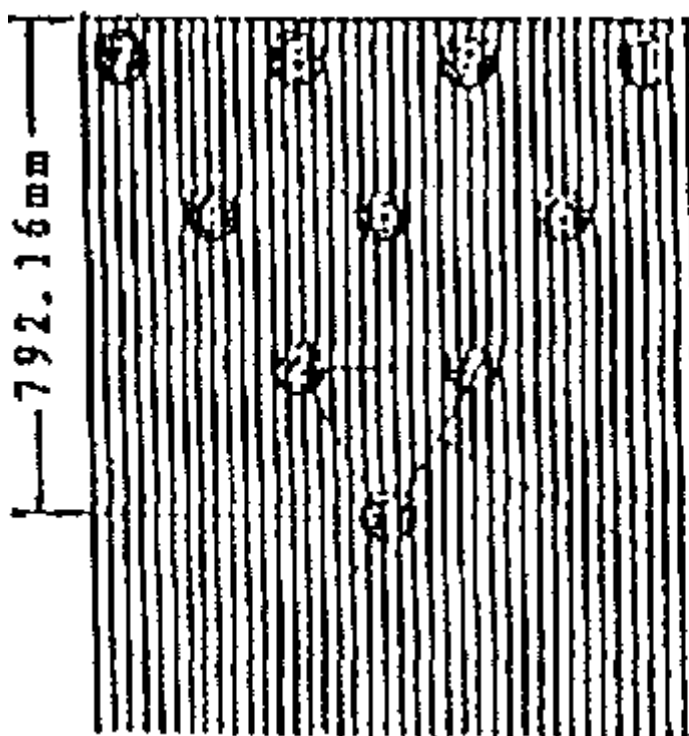

Рисунок 7
2. Расстояние между установленными кеглями для боулинга должно быть равным 304,88 мм (см. рис. 7)